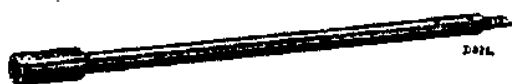

Fig. 4
4. Een dopsleutel, idem met weinig metaal in een isoleerend heft. (Een gecombineerde schroevendraaier-dopsleutel is afgebeeld in fig. 4 (Code Nr. 09.991.050).